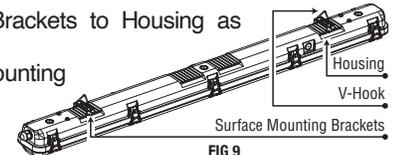
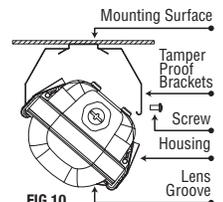

FIG 9
FIG 10
1. Screw Surface Mounting Brackets to Housing as shown in Fig. 9.
2. Loop V-Hook on Surface Mounting Bracket as shown in Fig. 9.
3. For suspended Housing, connect each V-Hook to two equal lengths of chain (not supplied) and/or appropriate hardware (by others) suitable for mounting surface. Chains must be suitable to support four (4) times the weight of the fixture.
3. Push Housing into Tamper Proof Bracket as shown in Fig. 10 and fasten onto Lens Groove.
4. Secure Housing onto Tamper Proof Bracket with provided Screws (2 per Bracket) as shown in Fig. 10
- Vissez les supports de montage en surface au bâti comme illustré sur la Figure 9.
- Fixez le crochet en V au support de montage en surface comme illustré sur la Figure 9.
- Pour suspendre le bâti, fixez chaque crochet en V à deux longueurs égales de chaîne (non fournie) et/ou de matériel approprié (fourni par d'autres) adapté à la surface de montage. Les chaînes doivent pouvoir supporter quatre (4) fois le poids du luminaire.
- Insérez le bâti dans le support inviolable comme illustré sur la Figure 10 et fixez-le sur la rainure de la lentille d'éclairage.
- Fixez le bâti sur le support inviolable à l'aide des vis fournies (2 par support) comme illustré sur la Figure 10.